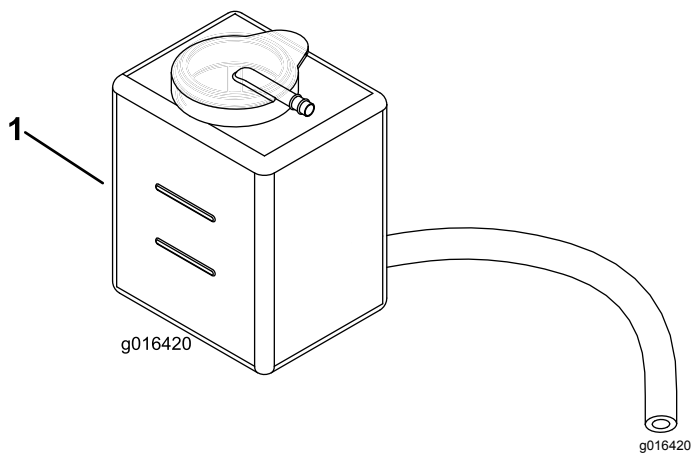

Figura 43
2. Verifique o nível do líquido de arrefecimento (Figura 43).